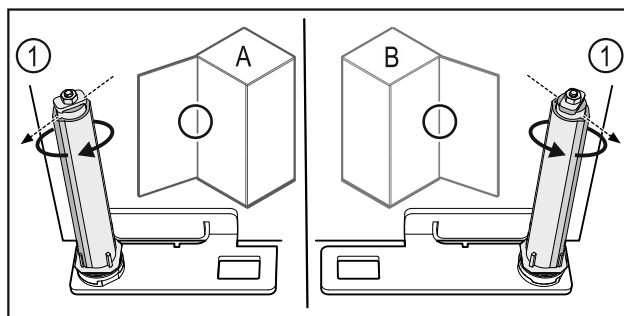

Fig. 60 Venstreanslag (A) / Højreanslag (B)
- Drej lukkesystemet mod modstanden, indtil lukkesystemets forbindelsesdel Fig. 60 (1) peger udad.